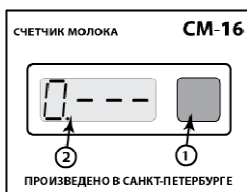

Рис. 10
- нажать кнопку и удерживать ее до появления «0.- - -» (Рис.10);